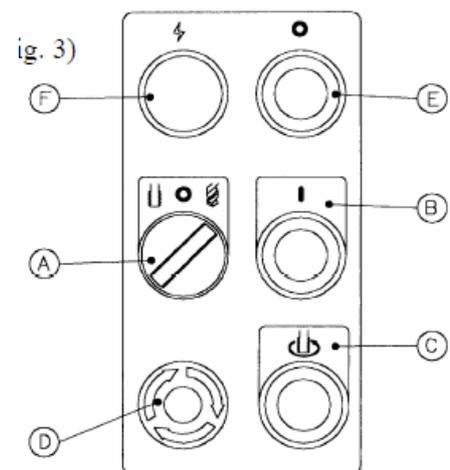

Fig.3
- (1) Tourner le sélecteur A (voir Fig. 3) sur la position « TARAUDAGE » lorsque vous voulez exécuter des opérations de taraudage.
- (2) Abaisser le fourreau et ajuster la course de profondeur de taraudage avec la barre graduée.
- (3) Vérifier que la broche tourne à la bonne vitesse pour l'opération de taraudage.
- (4) Appuyer sur le bouton « MARCHE » B (voir Fig. 3) et démarrer le taraudage.
- (5) En cas de problème, appuyer sur le bouton d'arrêt d'urgence (bouton coup de poing) D (voir Fig. 3), la machine s'arrêtera immédiatement.
- (6) Relâcher le bouton D et appuyer sur le bouton inverseur C, le sens du taraudage d'inversera.
- (7) Une fois l'opération de taraudage terminée, ne pas oublier de remettre le sélecteur A en position « NEUTRE ».
- (8) Appuyer sur le bouton E pour arrêter la machine.
- (9) Témoin de mise sous tension F.